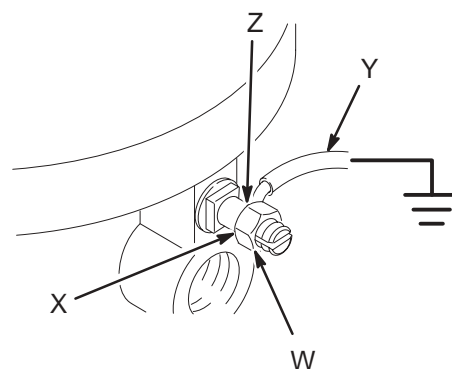

Fig. 1
1. *Pumpe:* Bruk en jordledning og en klemme slik som vist i Fig. 1. Løsne låsemutteren på jordingstappen (W) og skiven (X). Stikk den ene enden av en jordledning (Y), som må ha en diameter på minst 1,5 mm², inn i slissen i tappen (Z) og trekk låsemutteren godt til. Koble ledningens andre ende til en god jordforbindelse. Oppgi del nr. 238909 ved bestilling av jordledning og klemme.